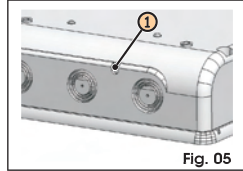

Fig. 05
Si l'on utilise le kit batteries, libérer OBLIGATOIREMENT le trou pré-cassé dans la partie inférieure du boîtier (Fig. 05 réf. ①), conformément aux normes en vigueur sur la sécurité.